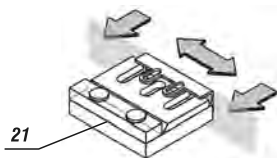

fig. 11 - alinhando a lâmina na placa de ajuste
6. Substitua as lâminas (18) e instale-a na placa de ajuste (19);
7. Utilizando o gabarito (21) alinhe a lâmina (18) na placa de ajuste (19), fig. 11;